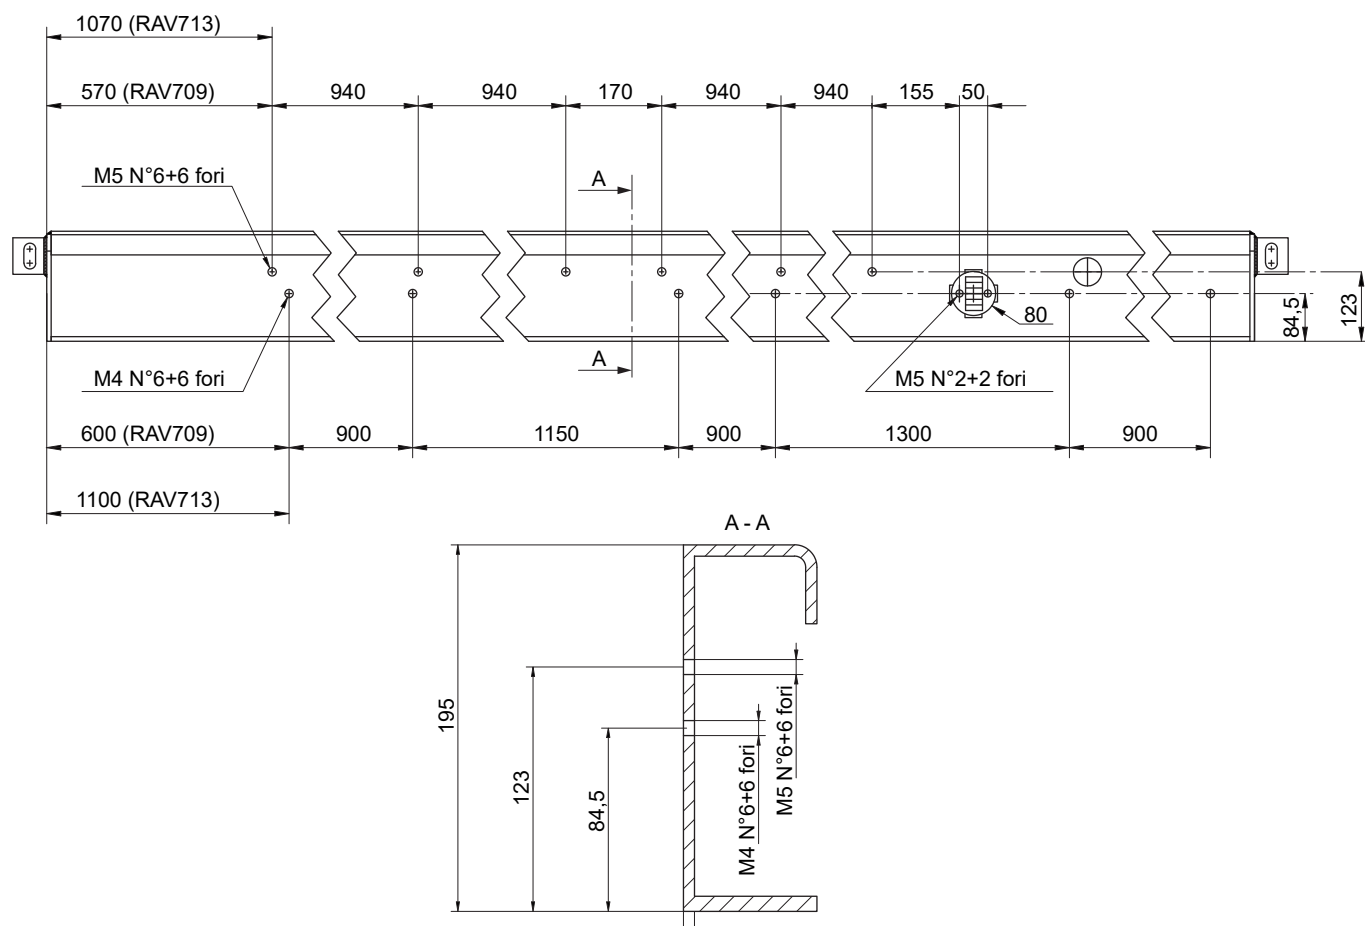

Fig. 4
14. Eseguire sulle pedane le forature secondo le indicazioni riportate nello schema di Fig. 4.
14. Drill the platforms according to the instructions in the diagram of Fig. 4.
14. Die Bohrungen an den Plattformen unter Beachtung der Anweisungen in Abb. 4 setzen.
14. Effectuer les perçages sur les chemins de roulement en suivant les indications du schéma de la Fig. 4.
14. Realizar en la plataforma los orificios de acuerdo a las indicaciones del esquema de la Fig. 4.